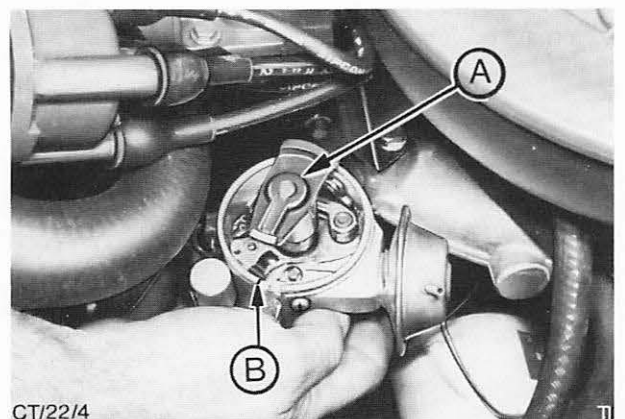

Abb. 23 Markierte Lage des Verteilerläufers gegenüber Verteilergehäuse
5. Halteschraube der Befestigungsklemme aus dem Motorblock entfernen. Verteiler herausziehen und Lage des Verteilerläufers auf dem Verteilergehäuse markieren. Abb. 23.